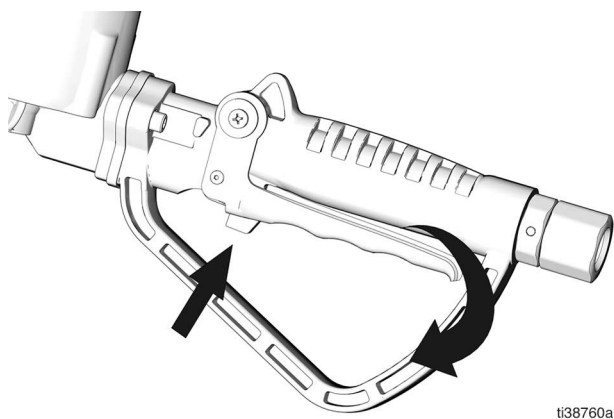

FIG. 5
6. Presione el seguro del gatillo para bloquear la válvula del gatillo en posición abierta (FIG. 5).
7. Suelte poco a poco el gatillo mientras presiona el botón del seguro del gatillo (FIG. 5).